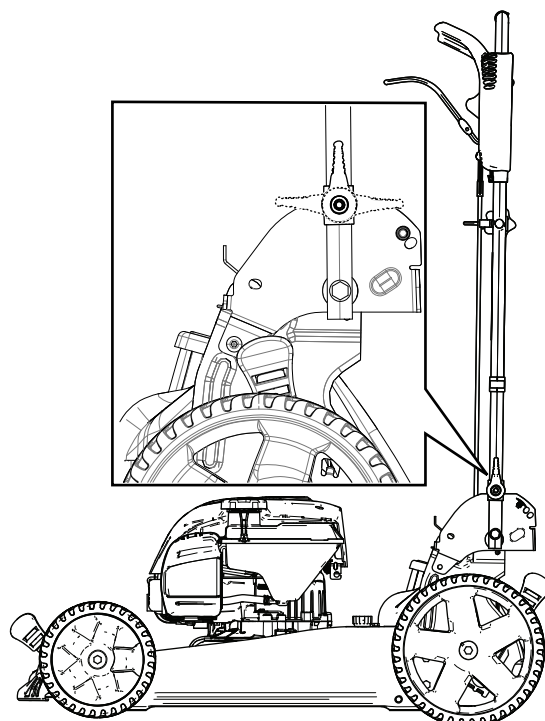

Figura 20
3. Dobre a alça para frente na posição vertical ou totalmente para a frente, conforme exibido na figura Figura 20.